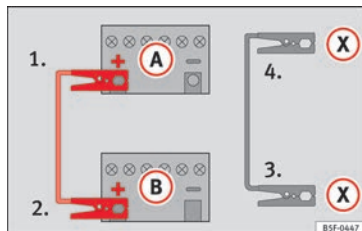

Fig. 134 Esquema de conexión para vehículos con sistema Start-Stop.
– **En los vehículos con sistema Start-Stop:** emborne un extremo del cable *negro* de emergencia (X) a un terminal de masa adecuado, a una pieza de metal maciza que vaya atornillada al bloque motor o al mismo bloque motor » » » fig. 134.
5. Emborne el otro extremo del cable *negro* de emergencia (X), en el vehículo con la batería descargada, a una pieza de metal maciza que vaya atornillada al bloque motor o al mismo bloque motor pero lo más alejado posible de la batería (A).